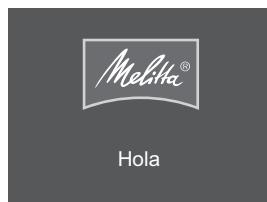

Fig. 5: Pantalla de bienvenida
2. Pulse el botón "ON/OFF" (10).
- » Se visualiza la pantalla de bienvenida (véase Fig. 5).